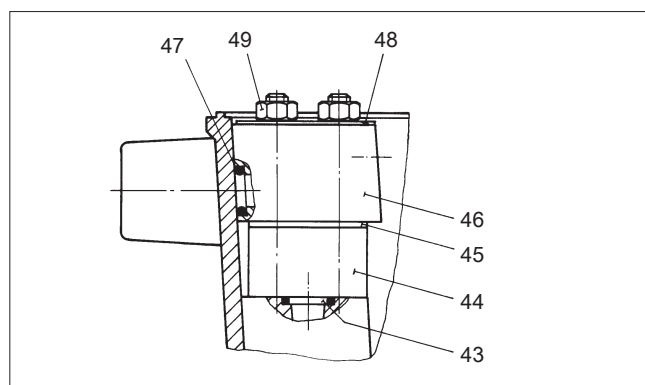

图 9. 安装转换件
凸轮板 (29) 上代码的数字是以百分比表示的信号范围，例如 0-100 对应于 4-20 mA，或 50-100 对应于 12-20 mA。参见图 9。